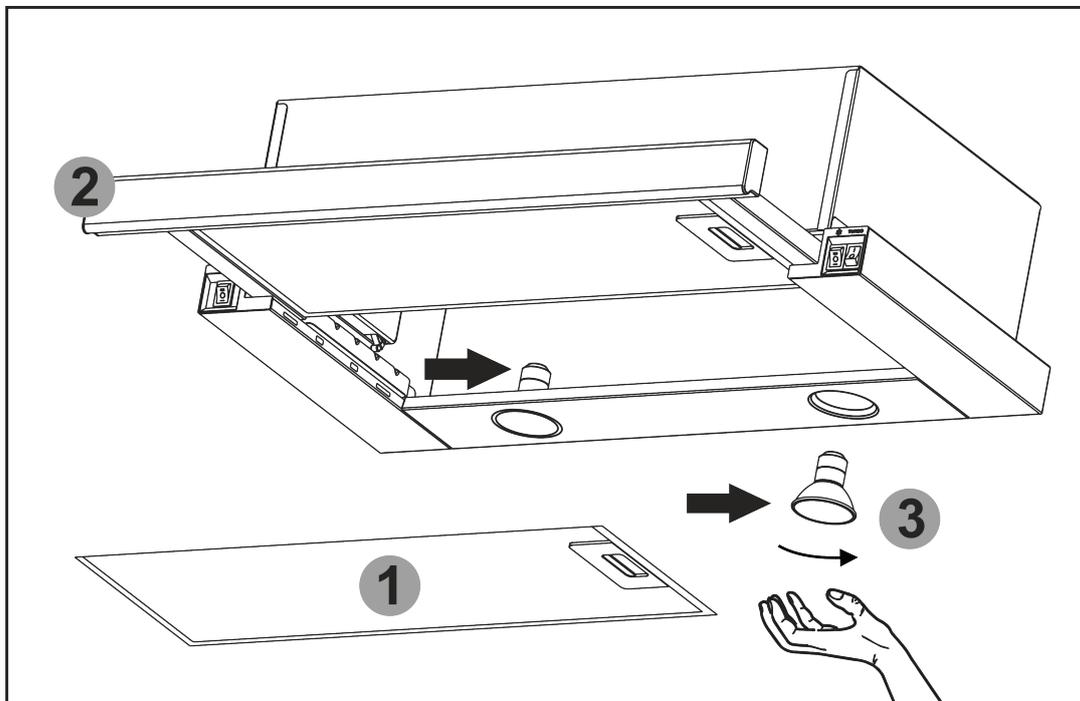

Рис.7
**8.9** На витяжці встановленні **галогенні** лампи підсвітки робочої зони плити. Перед початком заміни ламп освітлення необхідно відключити витяжку від електромережі, дати можливість охолонути лампам. Для заміни лампи необхідно зняти алюмінієвий фільтр **1**, витягнути шушляду висувну **2**, віджати тримач патрона на себе, щоб лампа **3** вийшла з корпусу витяжки, утримуючи тримач патрона, злегка надавити на лампу в напрямку патрона і, повернувши її проти годинникової стрілки, вийняти з корпусу витяжки (**рис.7**).